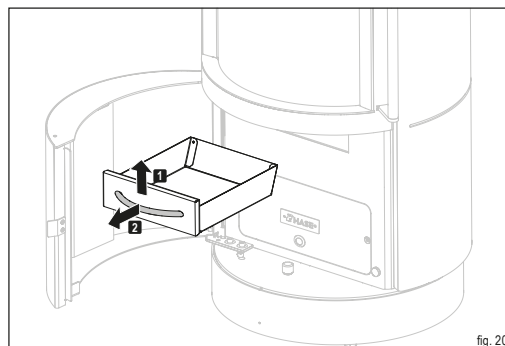

fig. 20
- ▶ Estrarre dall'apertura il cassetto di raccolta della cenere presente sul coperchio (fig. 20).